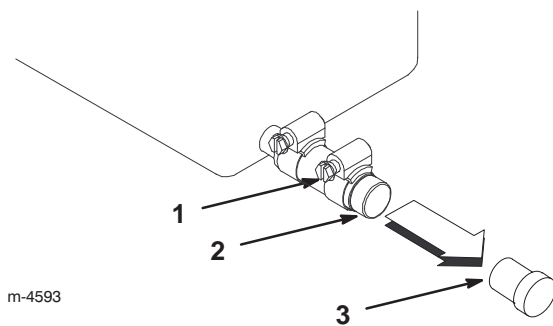

Bild 26
4. Stellen Sie ein Auffanggefäß unter den Ölablassschlauch (Bild 26).
5. Lockern Sie die Klemme und entfernen Sie die Abdeckung (Bild 26).